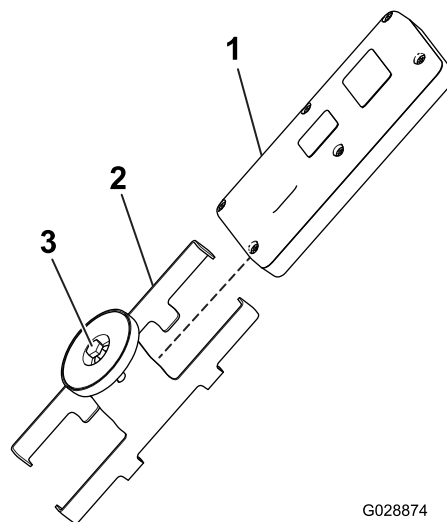

Figura 36
1. Desaperte o parafuso no íman no suporte magnético do comando remoto (Figura 36).
2. Deslize as laterais do suporte e retire o comando remoto (Figura 36).
8. Instale o comando remoto no suporte magnético remoto, una as metades para prender o comando e aperte o parafuso no íman (Figura 36).